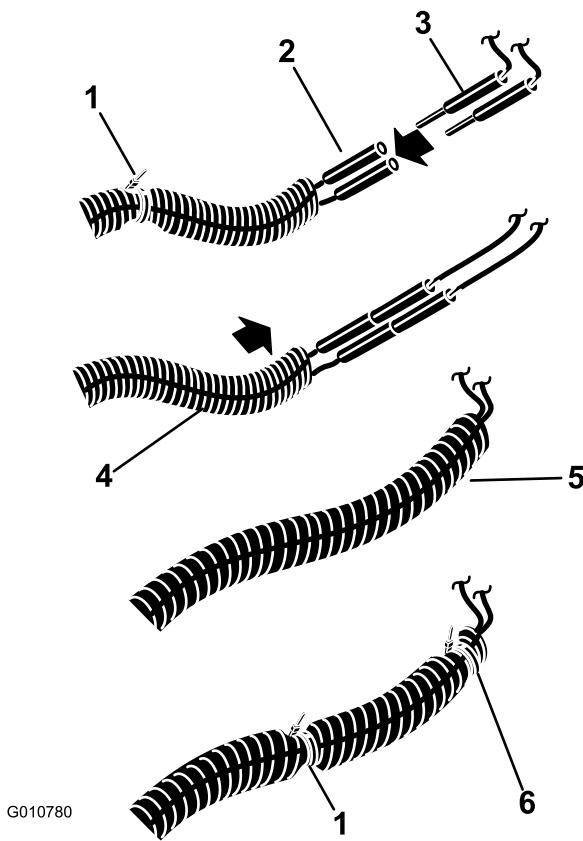

Figure 5
- Branchez les projecteurs au faisceau de câblage des accessoires (Figure 5).